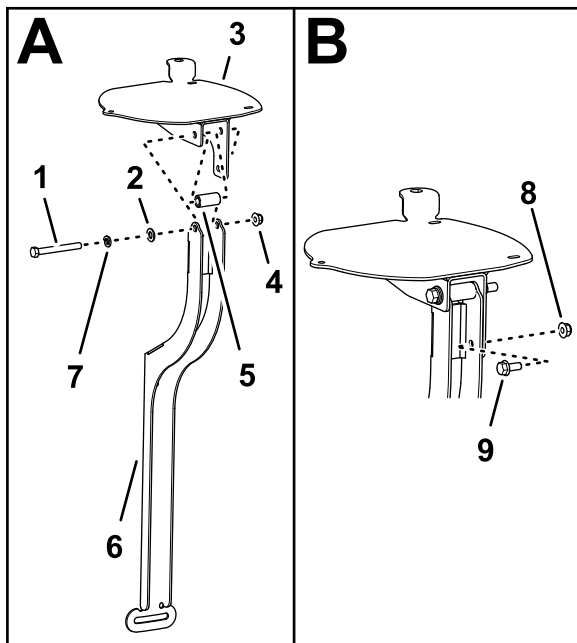

Figure 153
1. Alignez les trous du socle du récepteur de navigation, l'entretoise (3/8 x 1") et le support du récepteur (Figure 153).
- Fixez le socle du récepteur et l'entretoise au support avec un boulon (3/8 x 3-1/4"), une rondelle frein (3/8"), une rondelle (3/8 x 13/16") et un contre-écrou à embase (3/8"), comme montré à la Figure 153.
- Insérez le boulon à embase (5/16 x 3/4") et le contre-écrou (5/16") dans le petit trou du support du récepteur et dans la fente du socle (Figure 153).